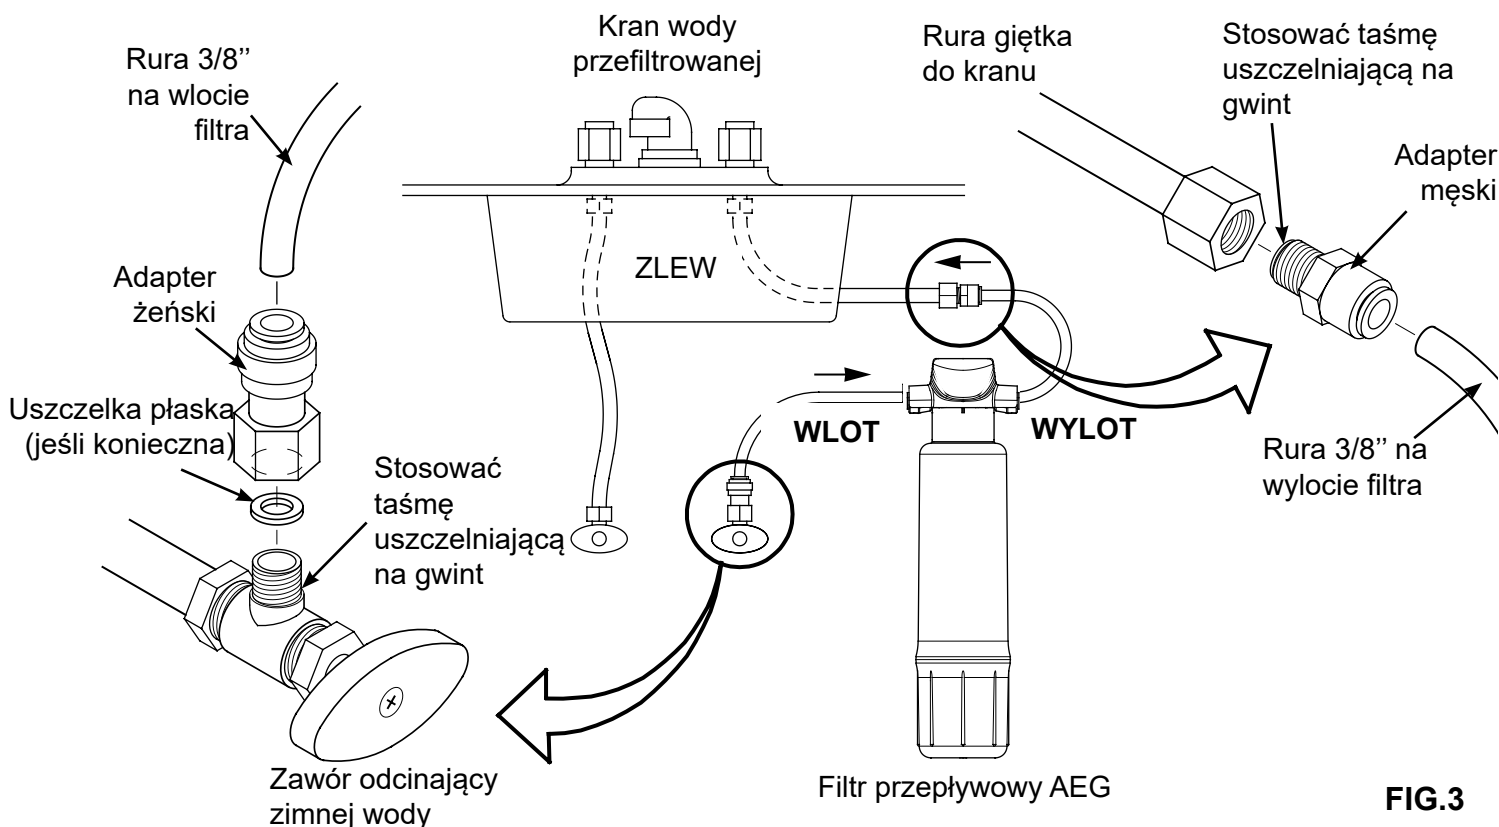

FIG.3
Należy sprawdzić warunki i miejscowe przepisy hydrauliczne przed zainstalowaniem złączy do podłączenia filtra pod zlewem po stronie zasilania zlewu w zimną wodę. Złącza i rury 9,5 mm (3/8") wchodzi w skład dostawy w celu ułatwienia podłączenia na wlocie i wylocie filtra. Typowa instalacja pod zlewem – patrz rys. 3.
- Zaopatrzyć się w adapter męski dostarczany wraz z układem (patrz rys. 3) i używając taśmy uszczelniającej zainstalować adapter na nakrętce przewodu zasilania kranu jaki chcecie Państwo okręcić w etapie 2.
- Adapter żeński dostarczany wraz z zestawem (patrz rys. 3) należy, używając taśmy uszczelniającej, zainstalować na rurze zimnej wody. Jeżeli podłączenie do kranu zimnej wody jest zbyt krótkie, w celu całkowitego wprowadzenia adaptera żeńskiego (10,4 mm), należy założyć wewnątrz adaptera uszczelkę płaską wchodzącą w skład zestawu.